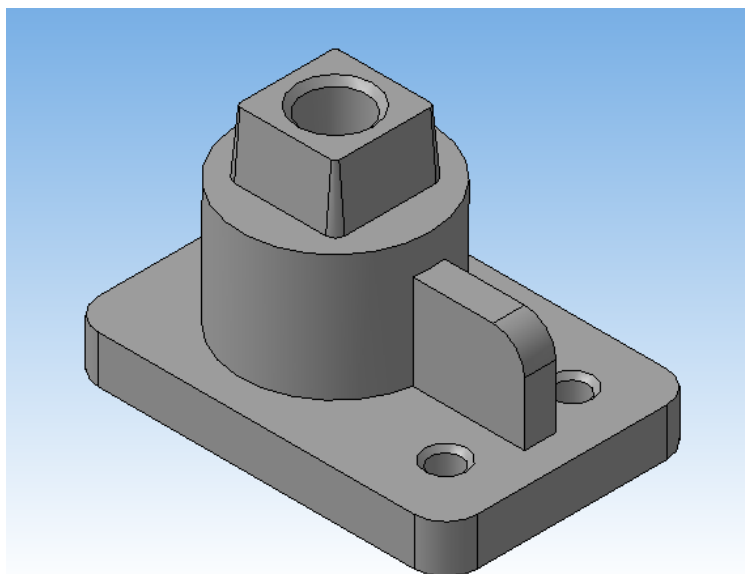

Рисунок 29.
1. Создание модели корпуса (рисунок 29).